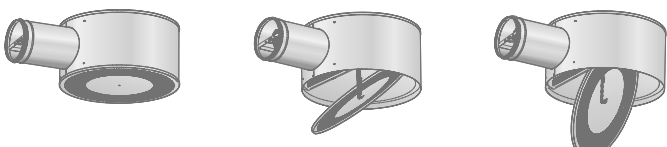

Figure 2. Face avant montée sur ressorts.
- Pour accéder aux gaines, tirer légèrement la face avant du diffuseur, celle-ci étant montée sur ressorts en la faisant basculer vers le bas (figure 2).